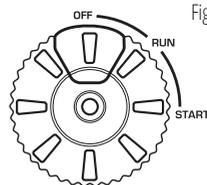

Fig. 8
3. Tournez l'interrupteur multifonction sur la position OFF (Fig. 8) ou tournez l'interrupteur du moteur sur la position OFF (selon votre modèle).